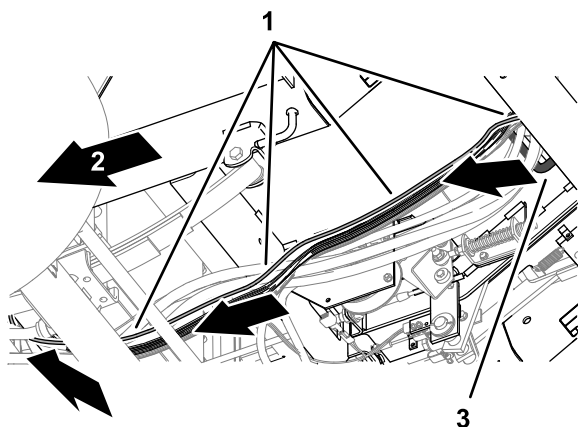

Figura 161
4. En la parte inferior de la máquina, enrute el cable de datos del módem hacia atrás, junto al arnés de cables de la máquina (Figura 161).